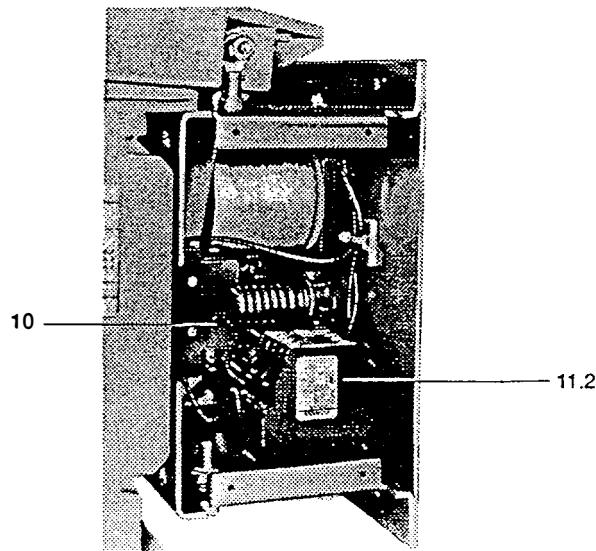

Fig. 5
(Hilfsschütz 11.2 s. Fig. 5)
(see Fig. 5 for relay contactor 11.2)
- Hilfsschütz 11.2 (Fig. 5) auf die Tragschiene aufsetzen und verriegeln
- Hilfsschalter 10 (Fig. 5) mit einer Schwenkbewegung in den Befestigungswinkel einrasten lassen (Stößel des Hilfsschalters taucht in Führung ein) und fest-schrauben
- Place relay conductor 11.2 (Fig. 5) on the support and lock in position